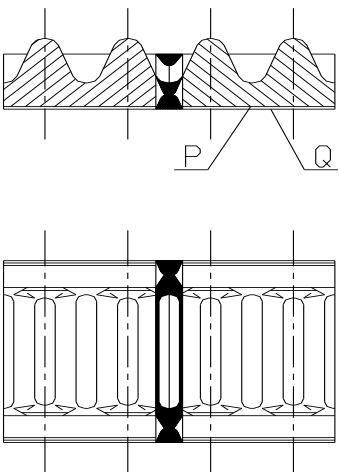

Рисунок 6-12. Внешняя часть наварки и поверхность колеи
3. После наплавки во впадине зуба длиной 8 мм, металл наплавки может быть выше поверхности Р на 3 мм, но зазор с поверхностью Q не должен быть меньше 3 мм (см. рисунок 6-12).